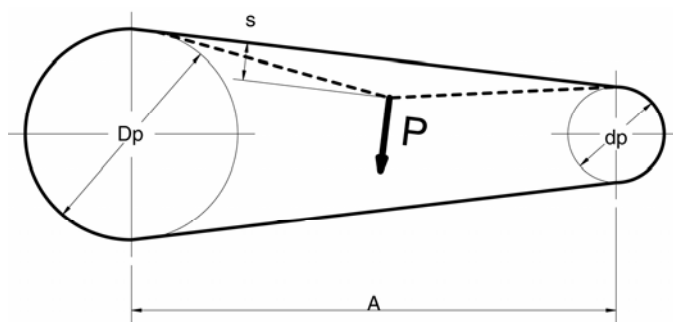

Рис. 27 Прогиб клиновидного ремня
1. Измерить расстояние между осями дисков (размер А рис.27).
2. Измерить силу Р, необходимую, чтобы прогнуть ремень на S=16 мм на каждый погонный метр расстояния между осями, приблизительно посередине расстояния между осями (рис.27).
Новые ремни следует натянуть таким образом, чтобы требуемая сила P (рис. 27) как можно больше совпадала со значением P , указанным в таблице 18.